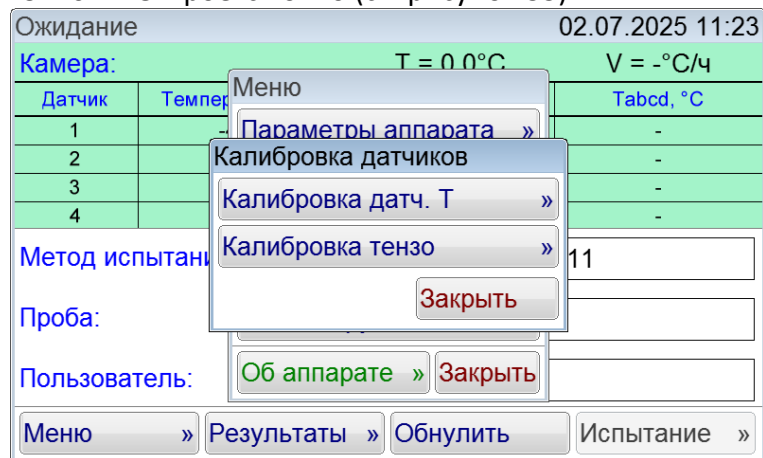

Рисунок 33 – Окно «Калибровка датчиков»
- 2) Ввести пароль «37201». Откроется окно (см.рисунок 33).